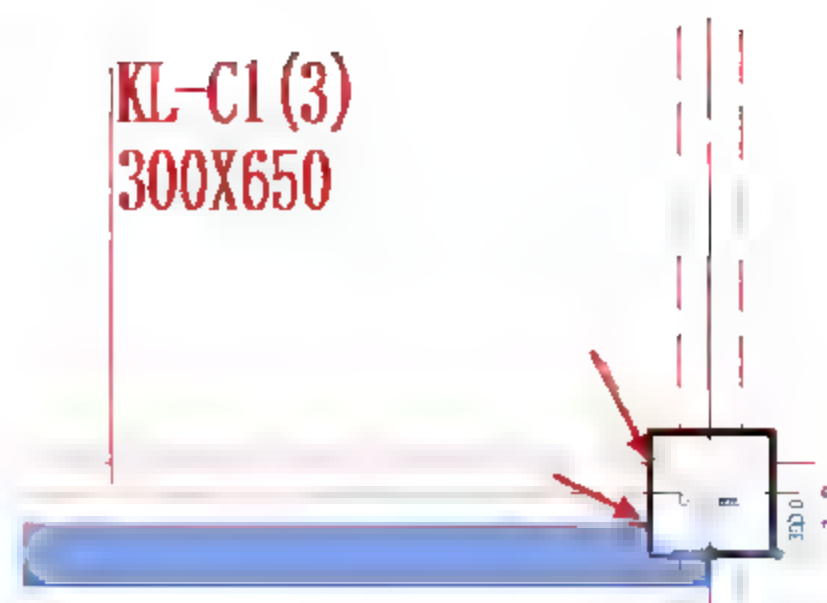

图 4.2.7 调整矩形梁的位置
(7) 调整矩形梁 KL-C1 的位置，选中矩形梁 KL-C1，按快捷键 M+V，移动矩形梁的位置，使其与梁线对齐，如图4.2.7所示。